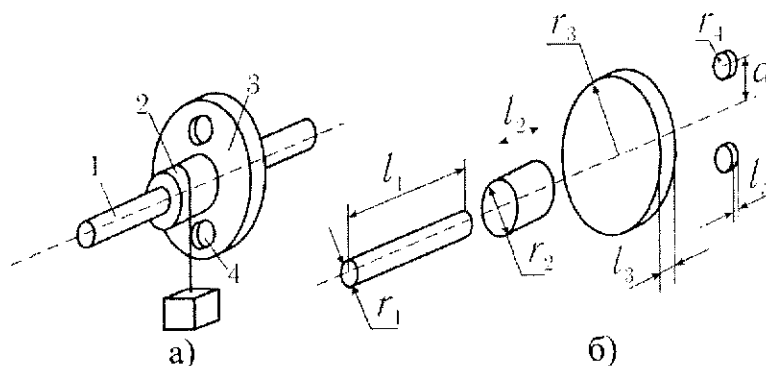

Рис. 1
2. Сделайте эскиз исследуемого тела, а если необходимо, то и его элементов, обозначая символами все размеры, подлежащие измерению. Например, тело (рис. 1а) состоит из насаженных на вал 1 шкива 2 и маховика 3 с двумя отверстиями 4. Это тело можно представить (рис. 1б) как совокупность трёх сплошных цилиндров 1, 2 и 3 за вычетом двух малых дисков 4, расположенных на месте отверстий маховика.